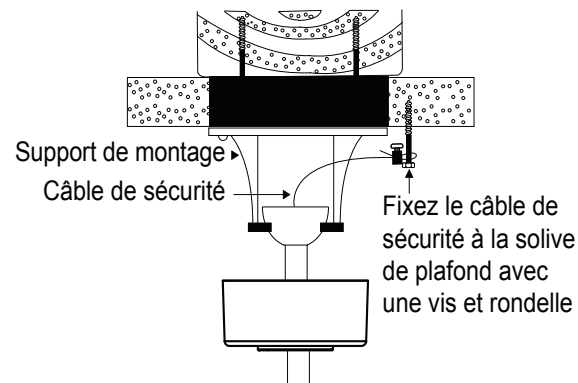

Fig. 12
**Étape 1.** Fixez la vis à bois et les rondelles fournies à la solive de plafond, à côté du support de montage mais ne serrez pas. (Fig. 12)